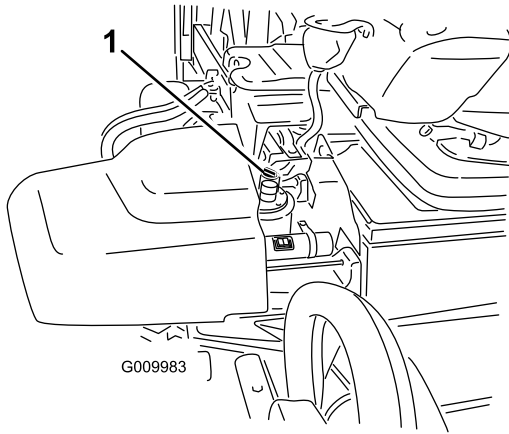

図 17
3. 油圧オイルタンクの注油口周辺をきれいに拭き、キャップ (図 17) を外す。給油口からキャップを取る。